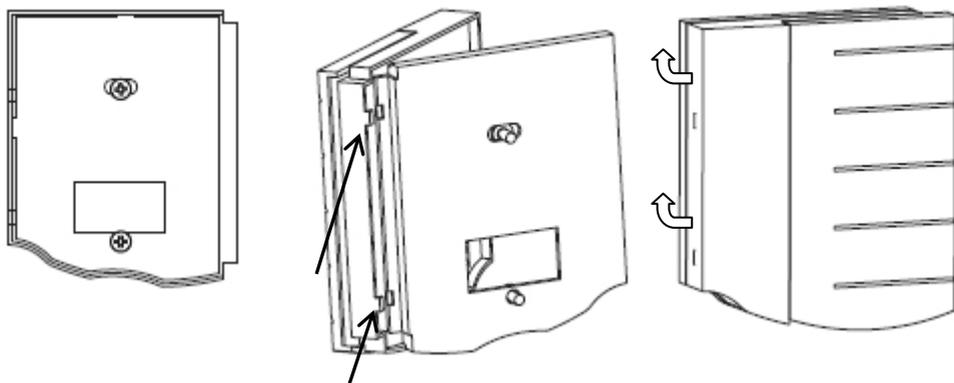

Рисунок 4. Установка крышки пульта
4.2.2 Закрепите заднюю крышку пульта на стене (см. п. 3.1.4). Заведите выступы корпуса в пазы крышки (см. рис. 4). Затем прищёлкните корпус пульта к крышке.